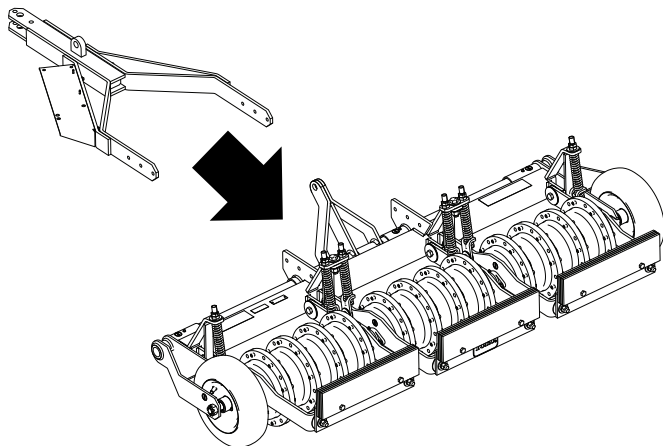

Figure 5
2. Placez le timon en face de l'aérateur, comme montré à la Figure 5.